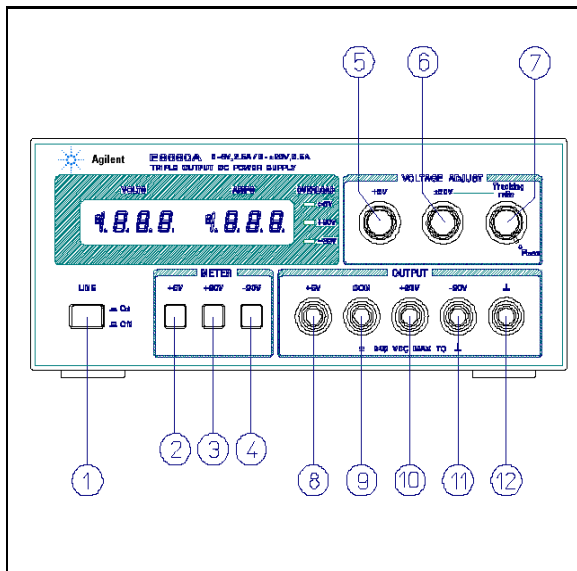

Figure 2. Boutons et voyants de la face avant
Les étapes suivantes décrivent l'utilisation des boutons et des voyants de la face avant illustrée sur la figure 2 et servent à contrôler brièvement si l'alimentation est opérationnelle. Suivez cette procédure de contrôle ou le test de performance plus détaillé de la section Informations de Maintenance à la réception de l'instrument et avant sa connexion à un quelconque équipement de charge.
Cette alimentation peut être utilisée individuellement ou bien en parallèle ou en série avec une autre alimentation (voir paragraphes Fonctionnement en parallèle et en série). Toutes les bornes de sortie sont isolées de la terre. Les sorties de $\pm 20V$ et de +6 V utilisent une borne de sortie commune unique. Cette borne commune (COM) ou l'une des autres bornes de sortie peut être connectée à la borne de mise à la terre du châssis située sur la face avant (⑫ sur la figure 2), ou bien toutes les sorties peuvent être laissées flottantes. Les charges peuvent être connectées séparément entre chacune des bornes de sortie de 0 à $\pm 20V$ et la borne COM, ou entre les bornes de sortie de -20 V et les bornes de +20 V pour une sortie de 0 à 40 V. Les boutons-poussoirs des afficheurs permettent de sélectionner rapidement la tension ou le courant de sortie à surveiller. Pour surveiller la tension de sortie de 0 à 40 V, additionnez les valeurs affichées par le voltmètre pour les sorties +20 V et -20 V et utilisez soit l'afficheur de +20 V, soit l'afficheur de -20 V, pour mesurer le courant.